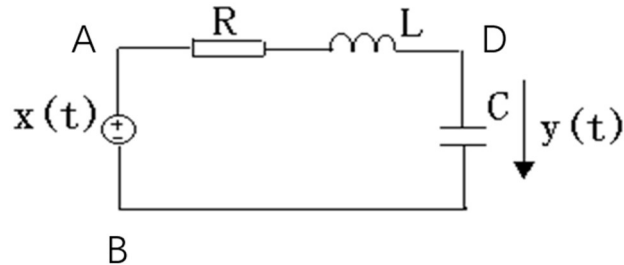
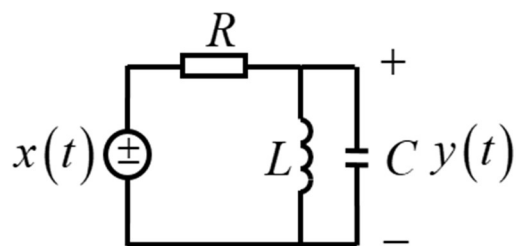

图 2 实测频率响应
图 3 R 串联 LC 并联回路的二阶电路系统
- (5) 将图 2 的电路换为图 3 所示的电路。通过系统函数对其进行理论分析，并通过实测验证你的分析是否正确。
- (1) 通过一单频正弦信号对系统进行测试，是否能得到系统的传输特性？
- (2) 实测的幅频响应曲线和理论上的曲线是否有差异，有的话，分析引起差异的原因。
- (3) 如何测该电路的相频响应？
- (4) 图 3 的电路是否可以用于低通滤波？
- (5) 你在实验中发现了什么问题，试用掌握的理论知识对其做出分析和讨论。
- (6) 通过实验你有哪些收获，对进一步改进实验有什么建议。